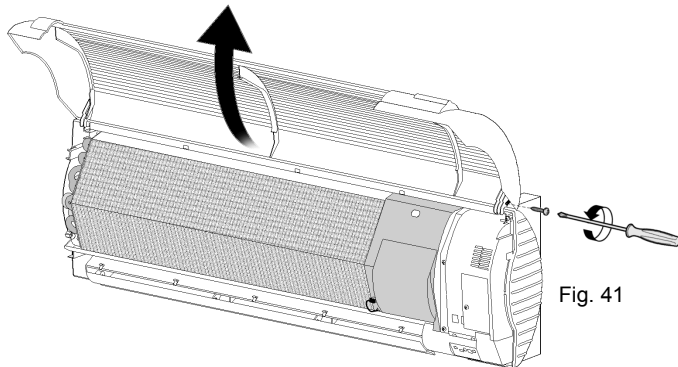
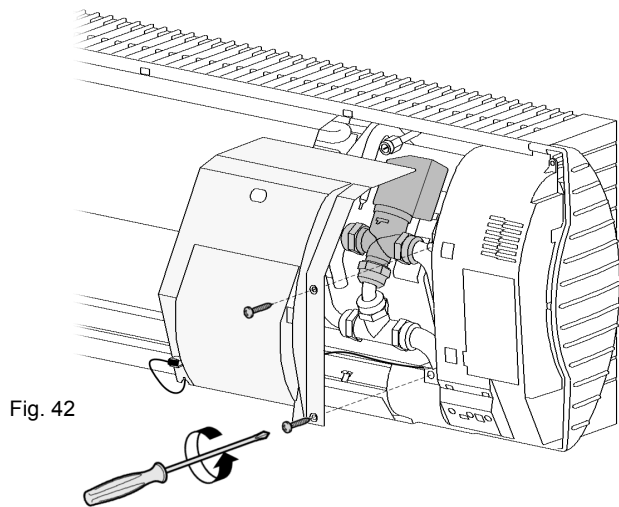

Fig. 41
Fig. 42
Se till att fläktkonvektorn är fränslagen. Avlägsna sedan frontkåpan (fig. 41) och ventilkåpan (fig. 42) och inspektera kondensatutloppet.
- Se till att fläktkonvektorn är fränslagen och avlägsna sedan frontkåpan, se fig. 41.
- Avlägsna ventilkåpan på modell 33 och 44, se fig. 42.